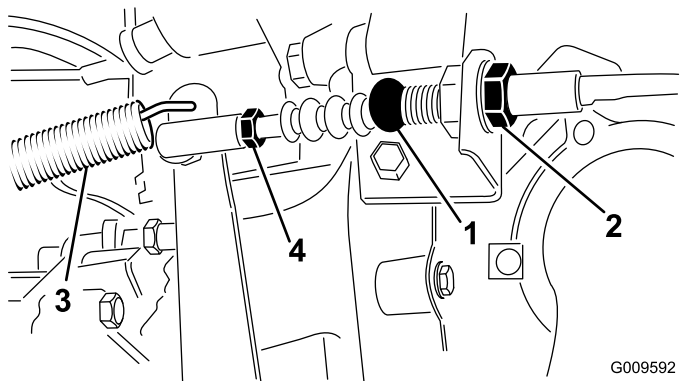

Figure 70
1. Desserrez les écrous de blocage qui fixent le câble d'embrayage au support sur le carter d'embrayage (Figure 70).